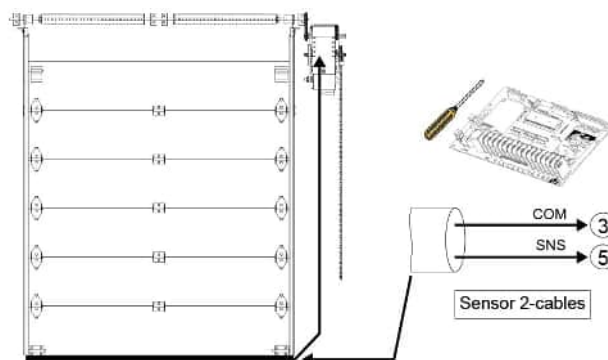

Figura 39 - Borde de detección eléctrico
3. Utilizar un cable en espiral o carrete de recogida para conectar los cables del sensor de inversión a los terminales del operador. Instalar los cables eléctricos de acuerdo a la Figura 39.